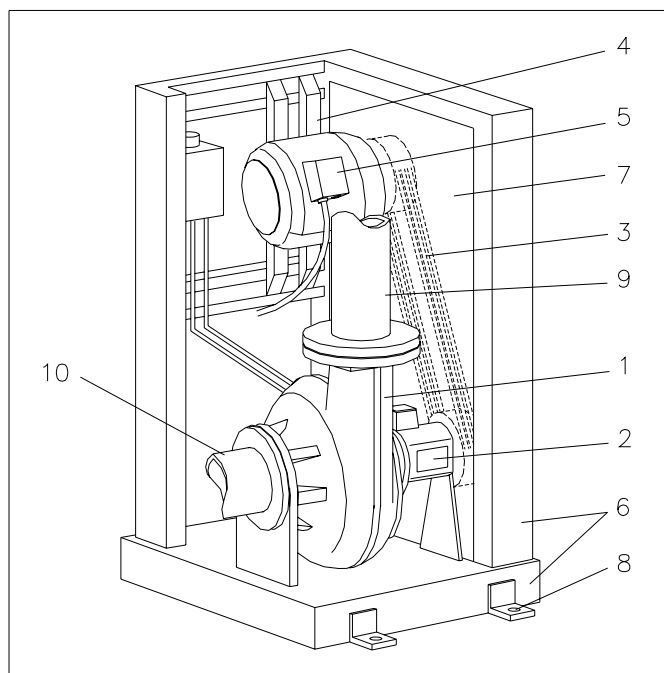

Fig. 7.5
V-snaar aandrijving met hoog geplaatste motor en frame. zie fig. 7.5.
- de voet wordt verankerd aan de fundatie d.m.v. de 4 bevestigingsgaten, zie fig.7.5 pos.8.,